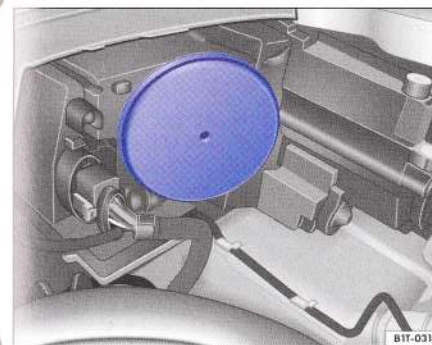

Fig. 51 Capacul farului din dreapta, văzut din compartimentul motorului
4. Scoateți capacul de pe partea posterioară a farului ⇒ fig. 51.
După înlocuirea becului, capacul trebuie așezat la loc ⇒ pagina 109, fig. 51".